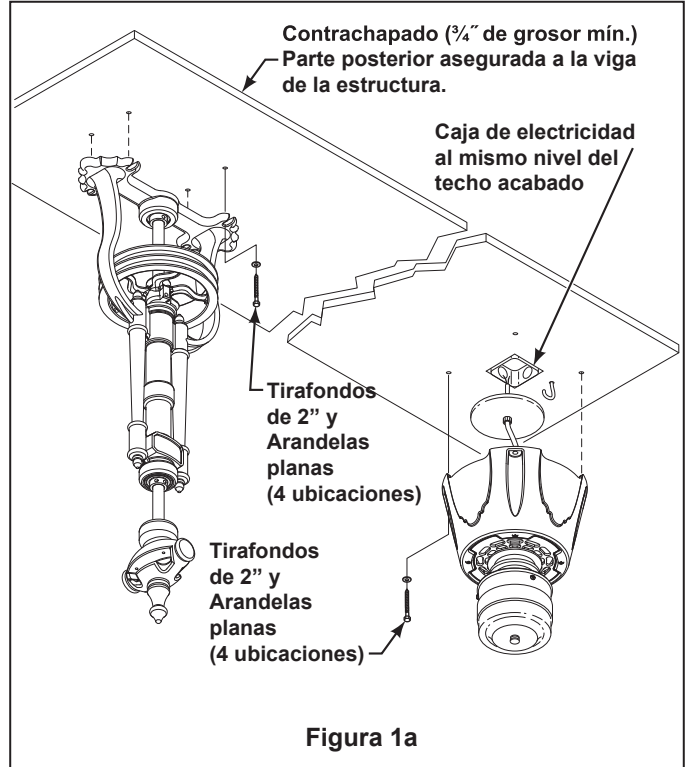

Figura 1a
1. En primer lugar, taladre los orificios guías de  $\frac{3}{16}$ " en la base de contrachapado o viga de sujeción para evitar que se raje o rompa. Instale la unidad de la polea en el techo con los 4 tirafondos y las arandelas planas. (Figura 1a)